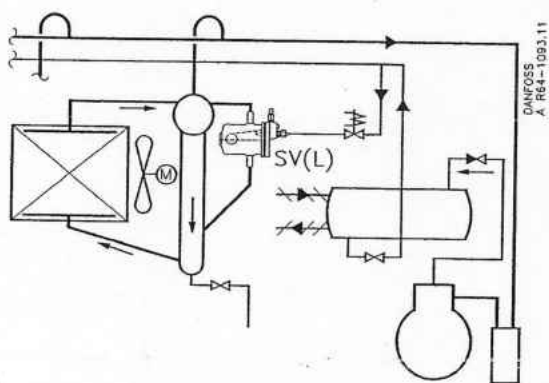

Fig. 3
Når SV(L) bruges som selvstændig ekspansionsventil (fig. 3), forbindes væsketilslutningsskæven til nippelen 5.
When an SV(L) is used as a separate expansion valve (fig. 3), the liquid inlet line is connected to nipple 5.